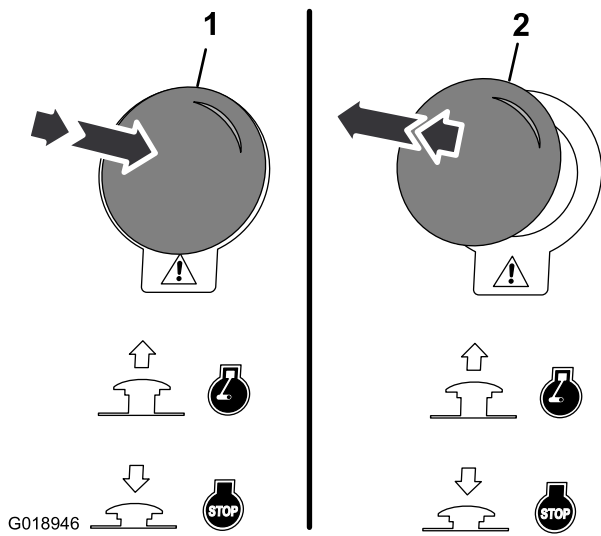

Figure 13
1. Appuyez sur le bouton d'arrêt d'urgence pour arrêter immédiatement la machine (Figure 13).
2. Tirez sur le bouton d'arrêt d'urgence pour reprendre le fonctionnement normal de la machine (Figure 13).